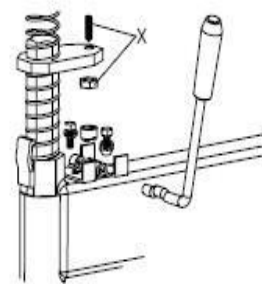

Figure 12
Noter: Si le bras vertical hexagonal n'est pas verrouillé ou ne répond pas à l'exigence de 2-3 mm du bas de la tête de montage/démontage à la jante, veuillez ajuster la plaque de verrouillage hexagonale, reportez-vous à la figure 12 et ajustez le (X).